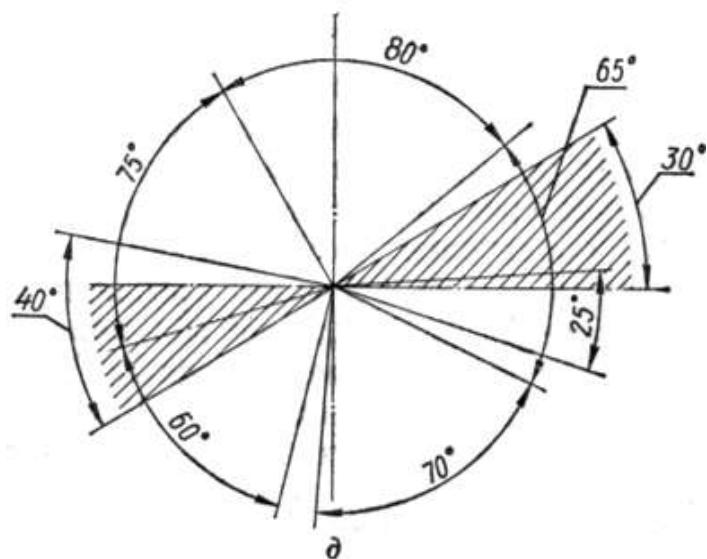

Рис. 1.11
15) Кутові розміри проставляють в градусах (рис.1.11).